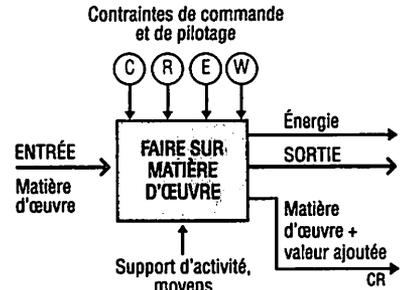

Fig. 3 : Représentation de niveau A-0.
2.1. Fonction d'usage (fig. 3)